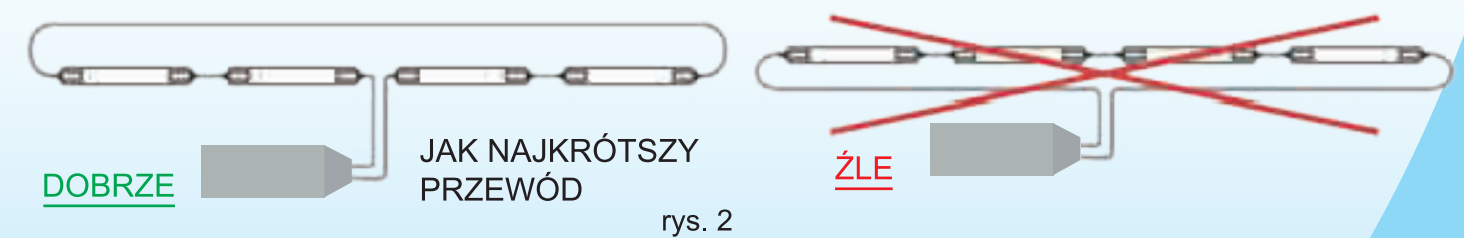

rys. 1
2. Jeżeli transformator montowany jest wewnątrz pomieszczenia należy pamiętać o zachowaniu odpowiedniej cyrkulacji powietrza (max. 40 st. C). W przypadku zastosowania kilku transformatorów należy zachować między nimi odstęp 5cm i montować je minimum 3cm od podłoża. W przypadku montażu zewnętrznego należy zachować odstęp od powierzchni montażowej minimum 3cm oraz umożliwić swobodny odpływ wody. Transformatory na zewnątrz pomieszczeń należy montować tylko w pozycjach pokazanych na rys. 1